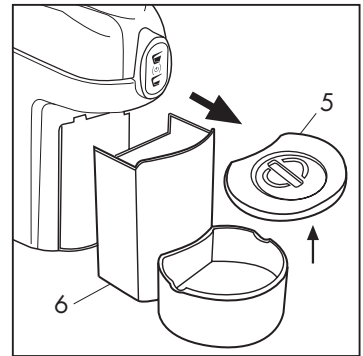
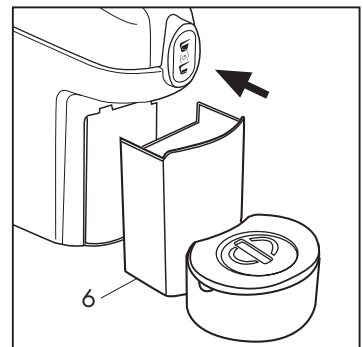

Abb. 10
Abb. 11
Der Kapselsammelbehälter sollte in regelmäßigen Abständen geleert werden, um zu vermeiden, dass die Kapseln festsitzen können. Dazu die Tropfschale (6) und das Tropfgitter (5) entfernen (Abb. 10). Entleeren Sie den Behälter, waschen und trocknen Sie die Komponenten, setzen Sie dann Die Tropfschale (6) wieder zusammen und setzen Sie sie in ihren Sitz ein (Abb. 11)